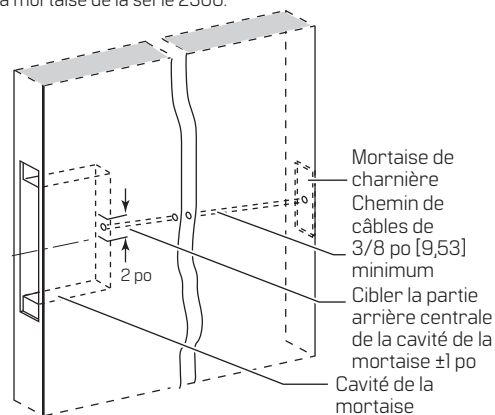

Figure 1 Préparation du passage des câbles à travers la porte
- Percer un chemin de câbles d'au moins 3/8 po [9,53] de diamètre à travers la porte, du centre de la charnière au centre de l'arrière de la cavité de la mortaise ± 1 po verticalement (une plage de 2 po [50,8]), comme illustré à la Figure 1.